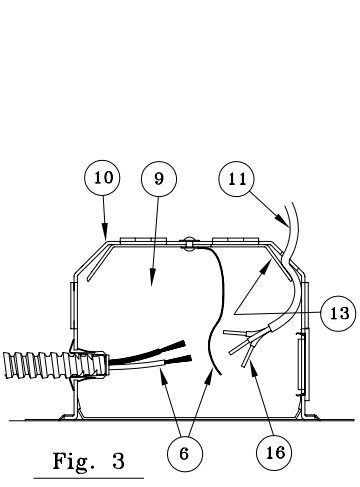
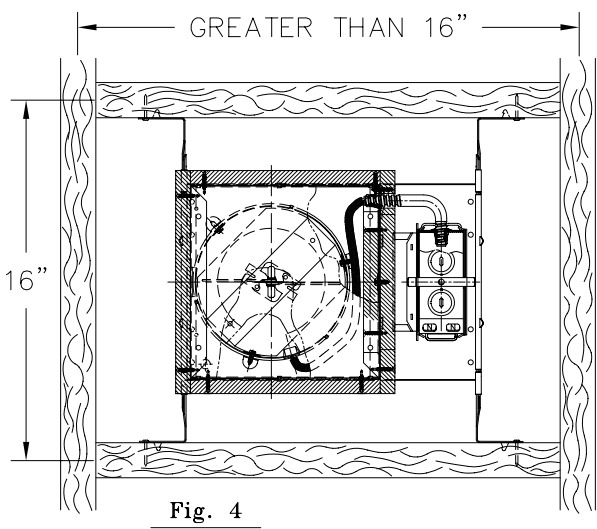

Fig. 3
Fig. 4
- 2.- Remove Cover Plate (9) from Junction Box (10). Slip Type NM Cable (Romex)(11) through desired hole in Junction Box (10) above Retaining Plate (13). Cable (11) is secured by Retaining Plate (13) (See Fig. 3).
- 3.- If other than Type NM Cable (Romex) is to be used, remove One Large Knockout (15) at desired location on Top or Sides of Junction Box (10). Bring appropriate Electrical Supply Cable into Junction Box and secure in place with proper UL listed Connector (NOT FURNISHED).
- 4.- Connect Fixture Wires (6) to Supply Wires (16) as shown in Wiring Diagram. Use UL listed Wirenuts (NOT FURNISHED).
- 5.- To gain access to Junction Box (10) after Ceiling is finished, remove Screw (21) and Access Door (22) located inside Fixture. Junction Box Cover Plate (9) can now be removed for service.
- 6.- Plaster Frame (2) and Gasket (25) must be in contact with Ceiling (23).
- 7.- If furring strips are used, Plaster Frame (2) must be lowered until Gasket (25) contacts Ceiling (23). (See Fig. 4. & 5 for alternate mounting methods).
- 2.- Retire la cubierta (9) de la caja de empalmes (10). Pase el cable tipo NM (Romex) (11) por el agujero deseado en la caja de empalmes (10) por encima de la placa de retención (13). Asegure la posición del cable (11) con la placa de retención (13). (Vea Fig. 3)
- 3.- En caso de que se usa un cable otro que el tipo NM (Romex), retire un tapón grande (15) en la posición deseada en la parte superior o los lados de la caja de empalmes (10). Introduzca el cable de suministro eléctrico adecuado en la caja de empalmes y asegure su posición en la caja con el conector adecuado certificado por UL (NO INCLUIDO).
- 4.- Conecte los alambres del aparato de luz (6) a los alambres del suministro (16) como se muestra en el diagrama de cableado. Utilice los conectores UL certificados (NO INCLUIDOS).
- 5.- Para acceder a la caja de empalme (10) después que el cieloraso está terminado, retire el tornillo (21) y la puerta de acceso (22) situada en el interior del aparato de luz. Ahora se puede retirar la cubierta de la caja de empalme (9) para llevar a cabo el servicio de mantenimiento.
- 6.- El armazón enyesado (2) y la junta (25) deben estar en contacto con el cieloraso (23).
- 7.- Cuando se utilicen tiras afelpadas, el armazón enyesado (2) deber ser bajado hasta que la junta (25) contacte el cieloraso (23). (Vea Fig. 4 & 5 para modos diferentes de montaje)
2.- Retirez le couvercle (9) de la boîte de dérivation (10). Faites passer le câble de type NM (Romex) (11) par le trou désiré dans la boîte de dérivation (10), le quel se situe au-dessus de la plaque de retenue (13). Maintenez la position du câble (11) à l'aide de la plaque de retenue (13). (Voir Fig. 3)
3.- Si un câble autre que celui de type NM (Romex) s'utilise, ouvrez une grande débouchure (15) à l'endroit désiré sur le haut ou les côtés de la boîte de dérivation (10). Insérez le câble d'alimentation électrique adéquat dans la boîte de dérivation et serrez en place à l'aide un connecteur adéquat homologué UL. (NON FOURNI).
4.- Reliez les fils du dispositif (6) aux fils de l'alimentation (16) selon le diagramme de câblage. Utilisez les coincesurs de relais homologués UL (NON FOURNIS).
5.- Pour accéder à la boîte de raccordement (10) après avoir terminé le plafond, retirez l'écrou (21) et la porte d'accès (22), située à l'intérieur du dispositif d'éclairage. Maintenant le couvercle de la boîte de raccordement (9) peut être retiré pour effectuer le service.
6.- Le cadre en plâtre (2) et le joint (25) doivent toucher le plafond (23).
7.- Si l'on utilise des bandes fourrées, le cadre en plâtre (2) doit être baissé jusqu'à ce que le joint (25) touche le plafond (23). (Voir Fig. 4 & 5 pour autres moyens d'installation)